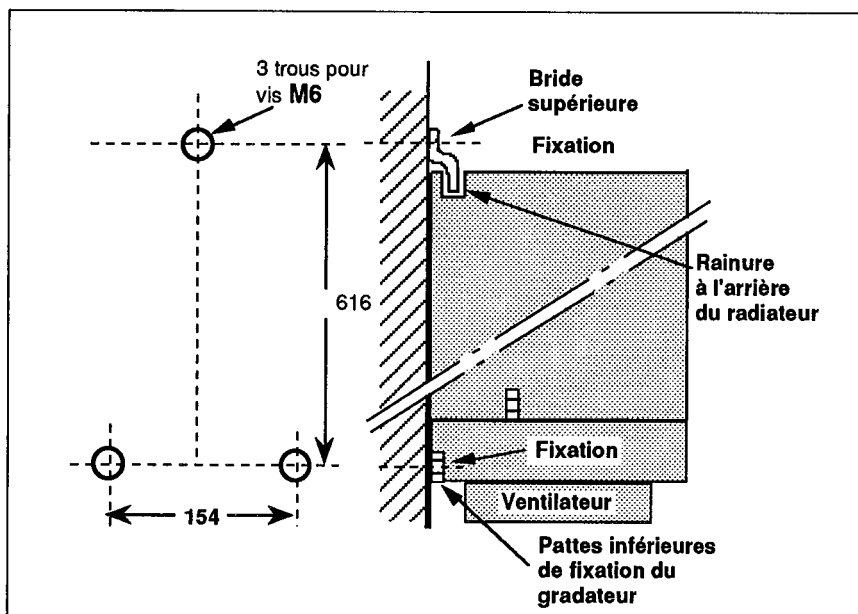

Figure 2-3 Cotes de perçage et fixation du gradateur ventilé
- b. Installer les deux vis M6 inférieures dans l'armoire en respectant les cotes de perçage (figure 2-3).